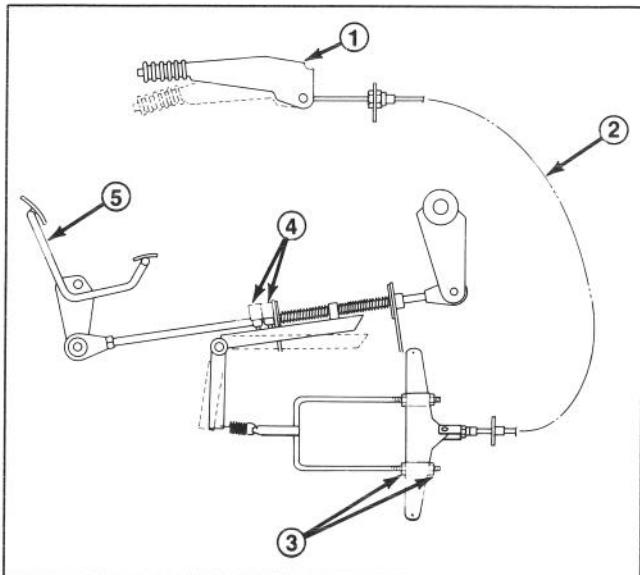

Figure 42
Le câble du frein à main peut se détendre avec le temps, ce qui empêche le moteur de démarrer. Dans ce cas, régler le câble (Fig. 42).
4. Régler uniformément les quatre écrous des supports en U (Fig. 42) de façon à tendre le ressort. Le réglage affecte le fonctionnement des commandes de déplacement.
5. Réglter les quatre écrous des supports en U (Fig. 42) pour que le moteur démarre et tourne lorsque le frein à main atteint le quatrième déclic, mais qu'il ne démarre pas et ne tourne pas au deuxième.